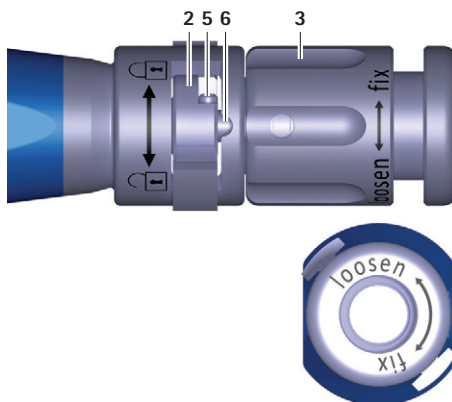

Fig. 1 Vue rapprochée de l'instrument d'insertion, bouton de commande ouvert
- Tourner l'écrou de serrage **3** sur l'instrument d'insertion **A** dans le sens inverse des aiguilles d'une montre (sens "loosen") pour pousser la barre **6** vers l'avant, voir Fig. 1.
- Tourner le bouton de commande **2** vers la gauche (sens ) , voir Fig. 1.
- ▶ Tourner le bouton de commande **2** vers la gauche (sens ⤵), voir Fig. 1.
- ▶ Vérifier la position d'accouplement de l'instrument d'insertion **A**, voir Fig. 1.